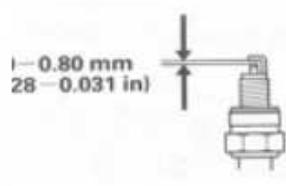

Рис. 25
5. Когда свеча зажигания установлена, поверните ее свечным ключом и вставьте прокладку (Рис. 25).